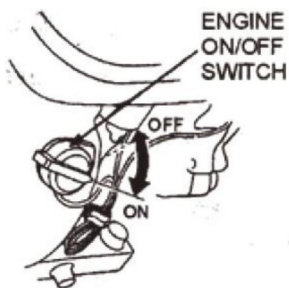

FIG.9
9.5 Coloque el interruptor de ENCENDIDO/APAGADO del motor (FIG. 9) en la posición "ON".